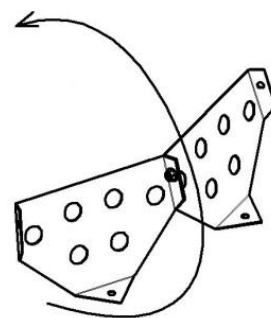

Рис.16
3.11. Преодолевая усилие пружины (22), оттянуть фиксатор (19) вниз и повернуть емкость на удобный угол. Прикрепить лопасти (12) к емкости нижней (2) и емкости верхней (13), с помощью болтов (28), шайб (20) и гаек (47), при этом шайбы установить с наружной стороны ёмкостей.
Возможна комплектация бетоносмесителя сборными лопастями (рис. 16). В этом случае необходимо две полу-лопасти скрепить между собой болтом М8х12 и гайкой (47). После установить в бетоносмеситель по направлению вращения ёмкости (указано на рис. 16 стрелкой) с помощью болтов (28), шайб (20) и гаек (47).